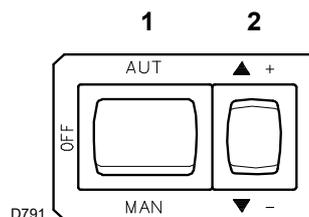
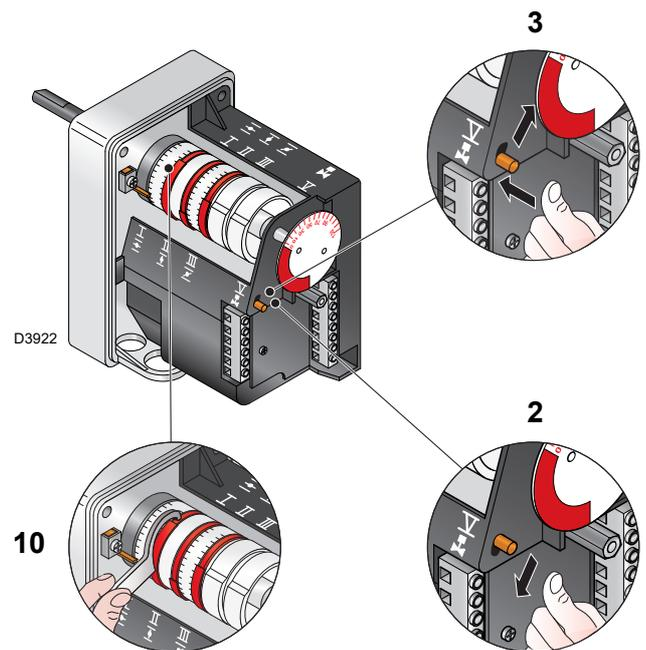

Fig. 28
Fig. 32
Cerrar los termostatos/presostatos y colocar el interruptor en la posición "MAN" (Fig. 28).
Apretar ahora el pulsador 2) (Fig. 28) "aumento de potencia" y mantenerlo apretado hasta que el servomotor haya abierto el registro del aire y la válvula de mariposa del gas.
Apretar el pulsador 2)(Fig. 28) “disminución de potencia” y mantenerlo presionado hasta que el servomotor haya cerrado el registro del aire y la válvula de mariposa del gas hasta 50° (regulación de fábrica).
- Si se desea disminuirlo, reducir un poco el ángulo de la leva III (Fig. 32) mediante pequeños desplazamientos sucesivos, es decir, pasando del ángulo de 65° a 63° - 61°...
- Si es necesario aumentarlo, presionar el pulsador “aumento potencia” 2)(Fig. 28) (abrir 10-15° la válvula de mariposa del gas), aumentar el ángulo de la leva III)(Fig. 32) mediante cortos desplazamientos consecutivos, es decir, pasando del ángulo de 65° a 67° -69°....
Para la eventual regulación de la leva III, en particular para pequeños desplazamientos, es posible utilizar la llave 10)(Fig. 32).
Pulsar un poco el pulsador 2)(Fig. 28) “aumento de potencia” para que el servomotor gire aproximadamente 15°.
Leyenda (Fig. 32)